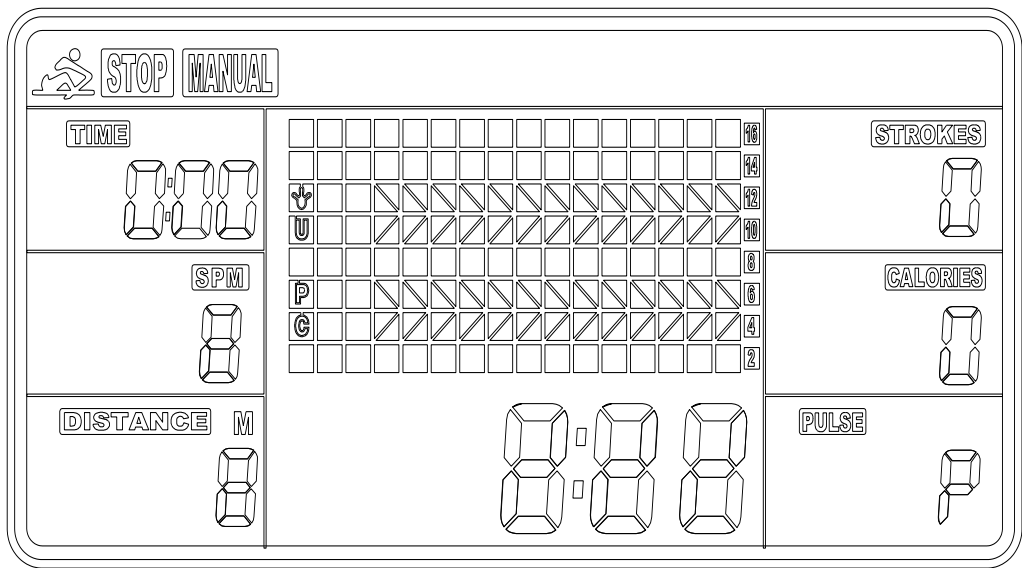

Fig.4
(1) MANUAL (Fig. 4): Hay 2 opciones en el modo MANUAL.